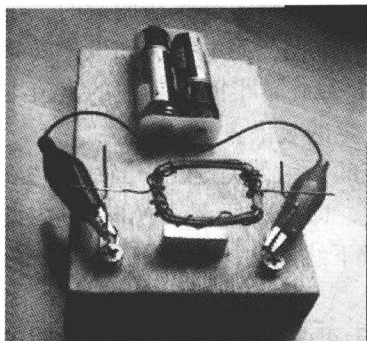

图 1-5 制作完成的单线圈直流电动机
1. 实训目的 通过亲身制作与测试,了解直流电动机的基本结构,理解换向器的作用和原理,掌握电动机的起动与运行情况。制作完成的单线圈直流电动机如图1-5所示。